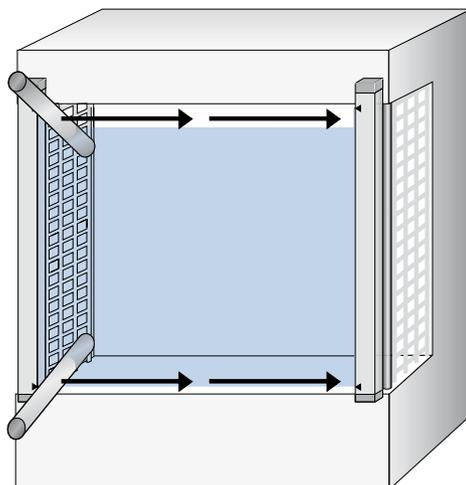

図 30: テストロッドテスト: ステップ 2
3. その後、矢印のように防護される領域の縁に沿ってテストロッドを動かしてください: 参照 図 30。